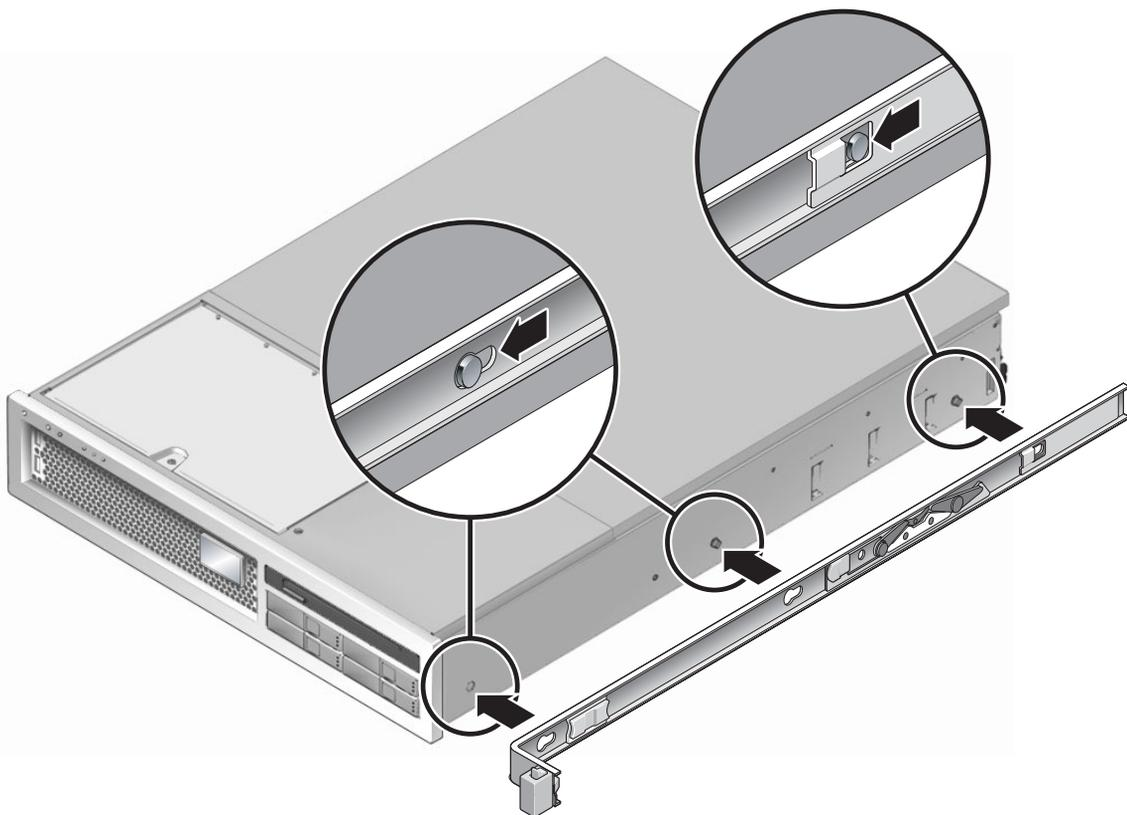

图 2-4 将安装托架连接到机箱
- a. 根据机箱（图 2-4）调整安装托架的位置，使滑轨锁位于前部，并使安装托架上的三个齿状开孔与机箱侧面的三颗定位钉对齐。
- c. 检验所有三颗定位钉是否落入齿状开孔内，并检验后部的定位钉是否与安装托架锁咬合，如图 2-4 的右侧所示。